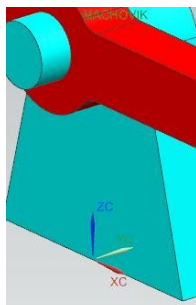

рис.10
- Очевидно, что реакции сил в нашем шарнире будут возникать в направлении осей X и Z (рис.10). В направлении оси Z реакции сил должны быть большими, потому что именно в этом направлении действует и сила веса маховика. В направлении оси Y реакции силы вообще не должно быть.